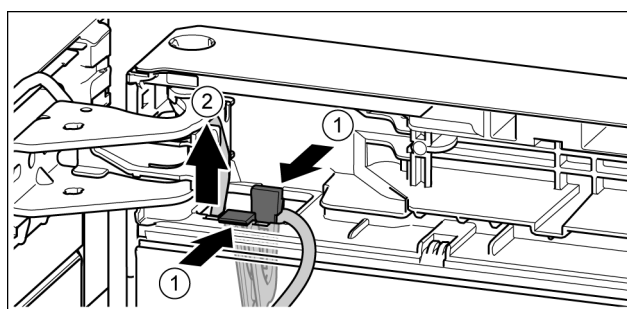

Fig. 20
- Presione la lengüeta. Fig. 20 (1)
- Extraiga el portacables con el cable fijado a éste. Fig. 20 (2)